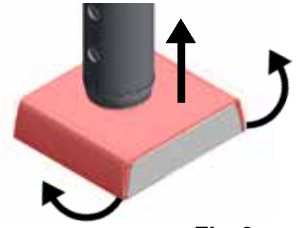

Fig. 3
- ⇒ Îndoii ușor apărătoarea la dreapta și la stânga și glisați-o în sus (fig. 3).